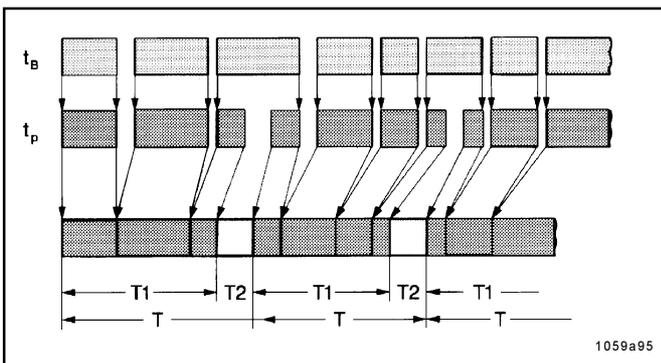

Abb. 18 - Zeitablaufdiagramm
- Die Steuerplatine steuert automatisch den Ablauf von Pausen- und Arbeitszeit der Zentralschmierpumpe 233, in Abhängigkeit der Maschinen - bzw. Fahrzeug - Betriebsstunden t_B (Abb. 18).
- Ein Schmierzyklus besteht aus einer Pausen- und einer Arbeitszeit. Nach Ablauf der Pausenzeit beginnt die Arbeitszeit. Der Schmierzyklus wiederholt sich ständig, wenn die Maschine oder das Fahrzeug in Betrieb genommen worden ist, siehe Abb. 18.